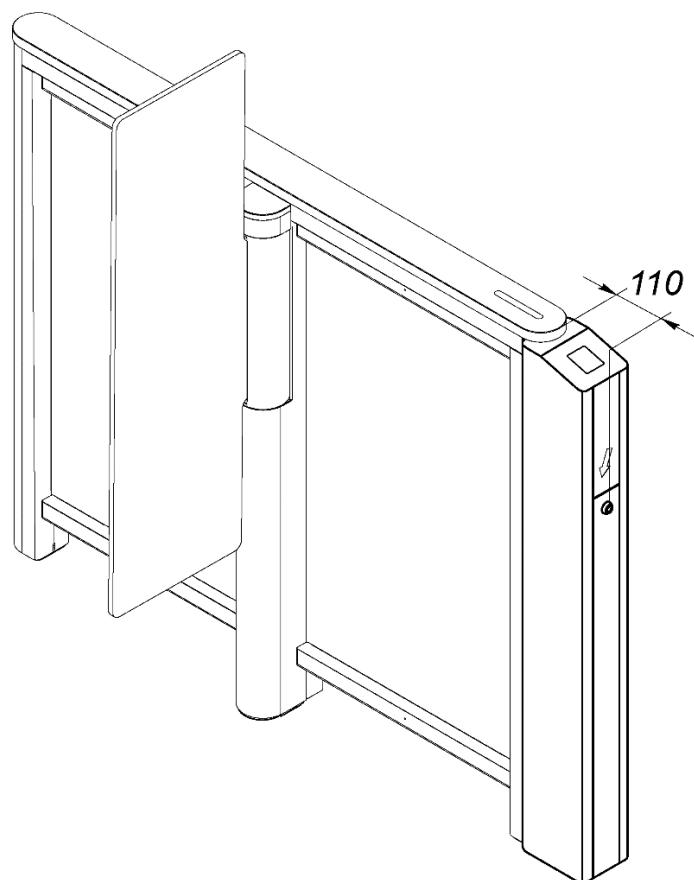
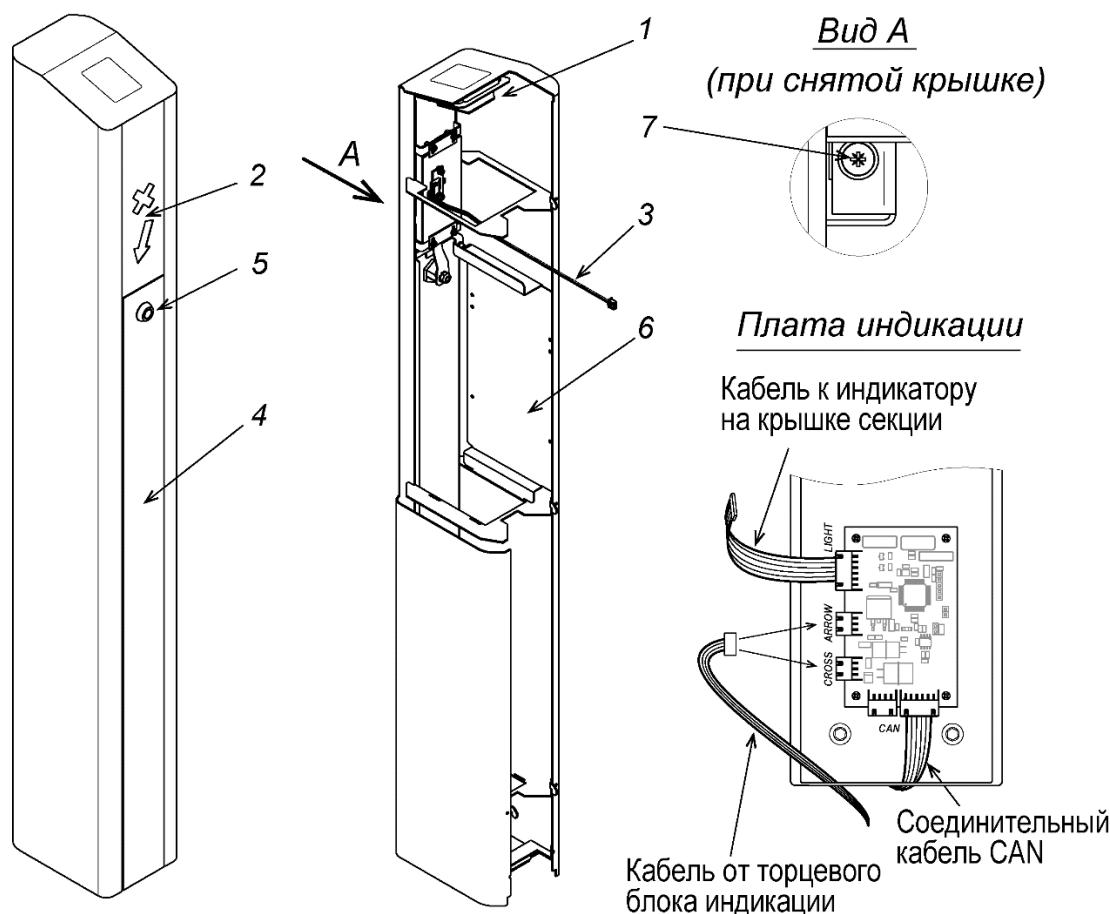

Рисунок 1. Секция **PERCo-ST-11** с установленной панелью **PERCo-FP-11Q.2**
Рисунок 2. Передняя панель PERCo-FP-11Q.2
Порядок монтажа скоростного прохода **PERCo-ST-11** – см. в *Руководстве по эксплуатации PERCo-ST-11*. При этом необходимо учитывать, что общая длина секции скоростного прохода с установленной панелью **PERCo-FP-11Q.2** увеличивается на 110 мм (см. рис. 1).
Панель **PERCo-FP-11Q.2** устанавливается на скоростной проход **PERCo-ST-11** вместо стандартной передней панели секции (см. рис. 1). Устройство панели **PERCo-FP-11Q.2** показано на рис. 2. Далее номера позиций указаны в соответствии с рис. 2.
3. Из передней панели демонтируйте плату индикации, для чего открутите 4 винта, крепящие ее к кронштейну внутри передней панели. Плату индикации зафиксируйте внутри верхнего короба под крышкой секции на 4-х самоклеящихся площадках-фиксаторах из комплекта поставки панели **PERCo-FP-11Q.2**. Подключите соединительный кабель CAN к плате индикации (см. рис. 2).
4. Распакуйте панель **PERCo-FP-11Q.2**. Ключом из комплекта поставки откройте замок (5) передней крышки панели (4) и снимите ее. При необходимости установите контроллер СКУД внутри панели.
7. С помощью кабеля (3) подключите торцевой блок индикации (2) к плате индикации в секции **PERCo-ST-11**. Порядок подключения кабелей к плате индикации показан на рис. 2:
9. Установите на место крышку скоростного прохода, не забудьте подключить кабель индикатора крышки из искусственного камня в разъем LIGHT платы индикации (см. рис. 2).